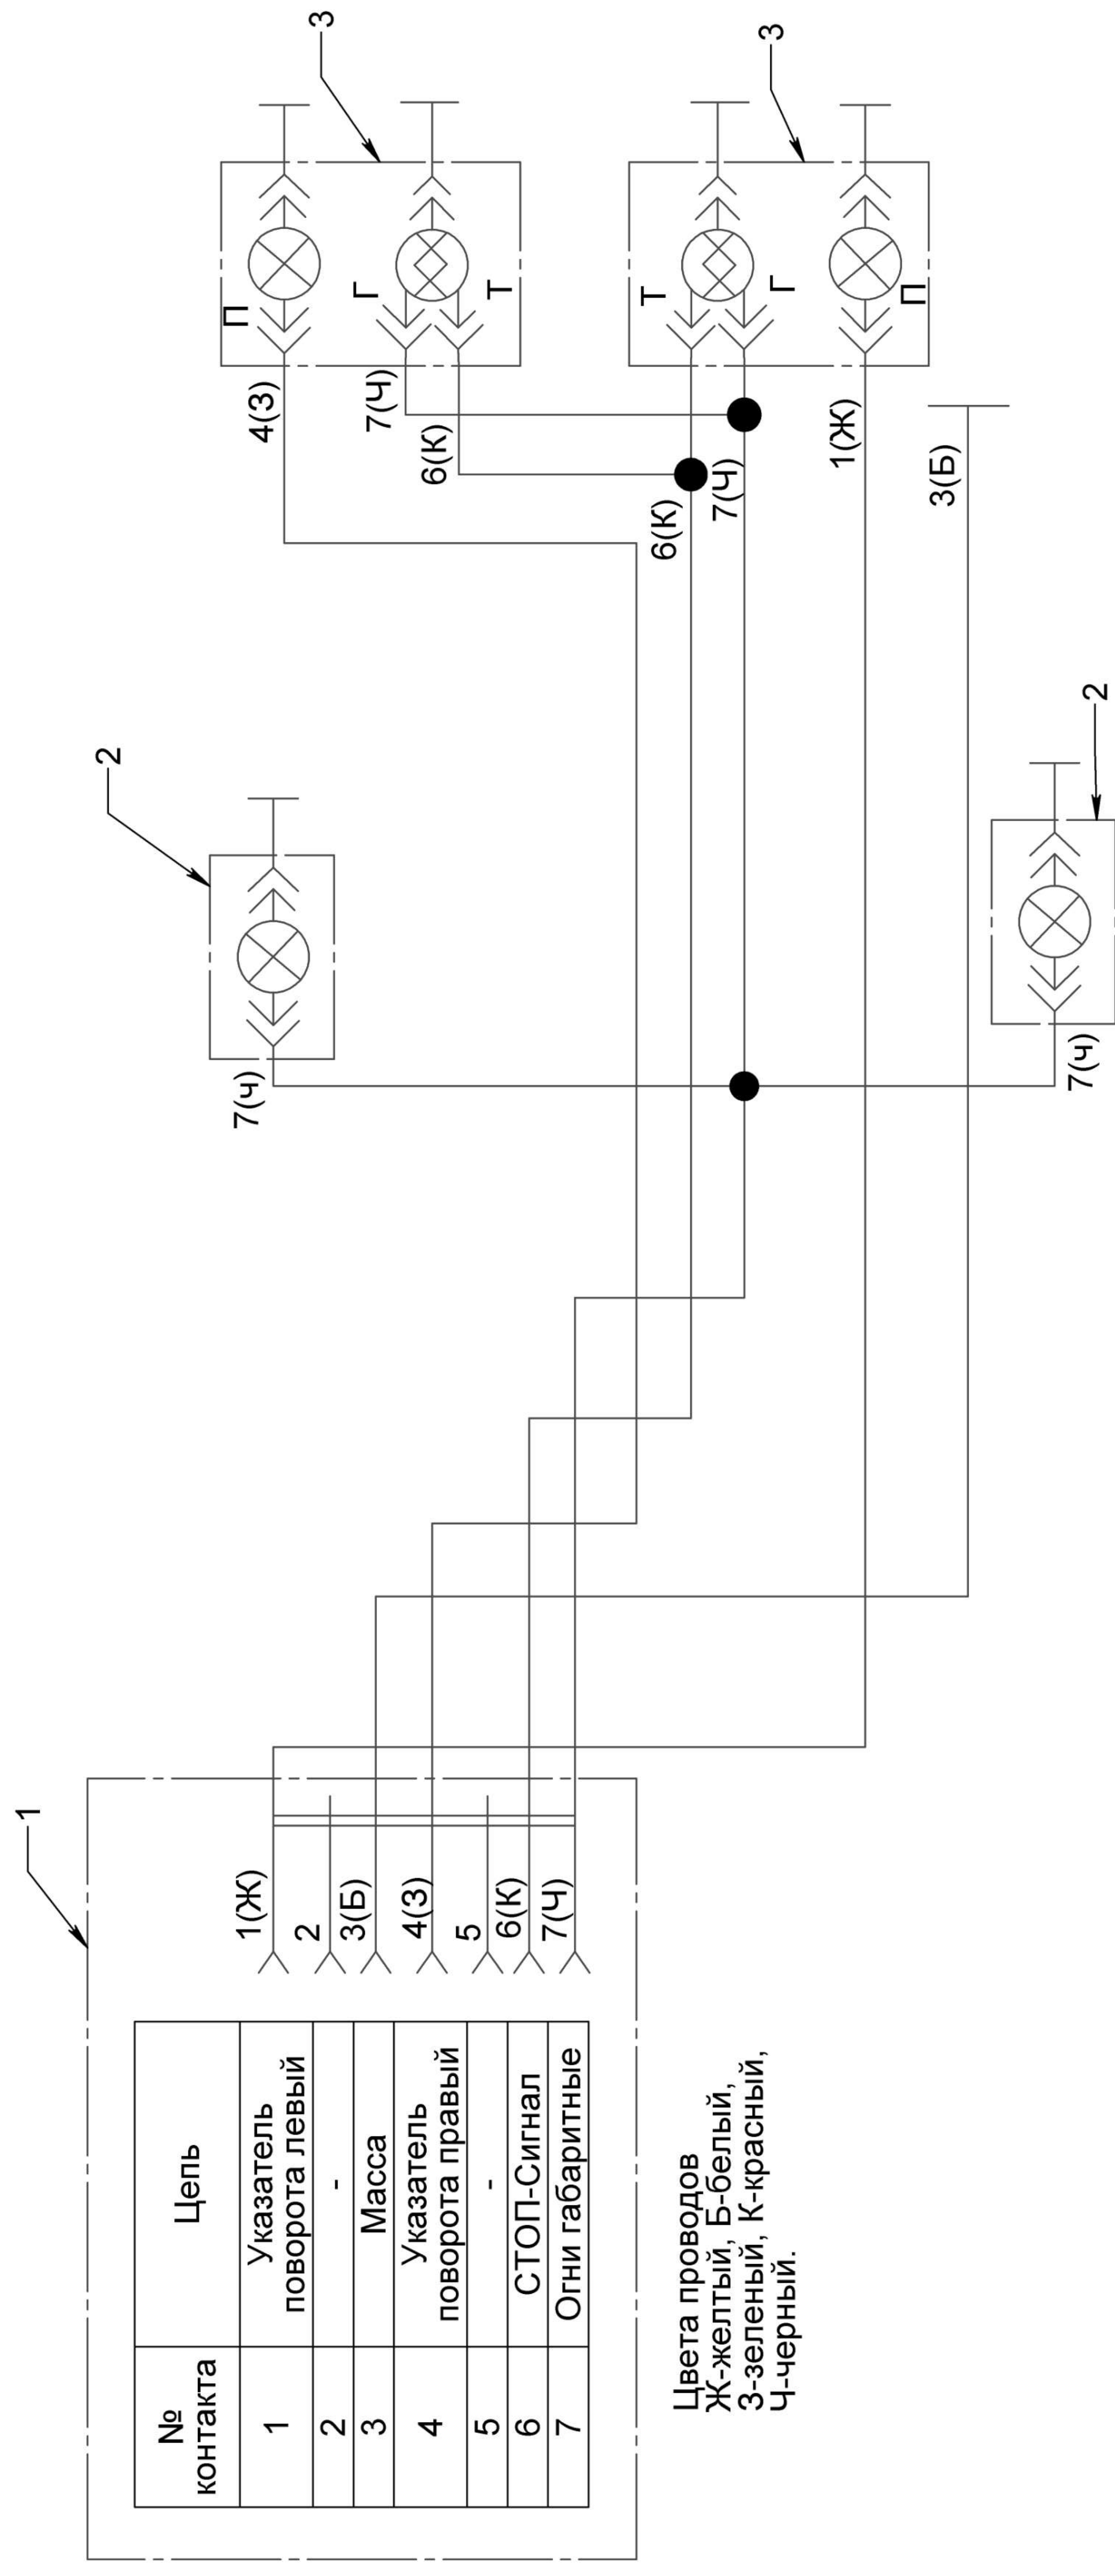

Рис. 5. Принципиальная электрическая схема
4.10. Электрооборудование прицепа (рис.5) выполнено по однопроводной схеме. В качестве второго провода служит "масса" - металлические части прицепа. Питание электрооборудования прицепа от сети автомобиля напряжением 12 В.